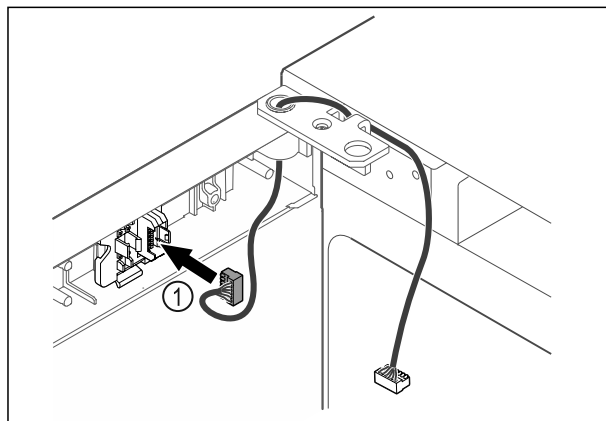

Fig. 43
- Dugja be a dugót Fig. 43 (1) a dugófoglalatba.